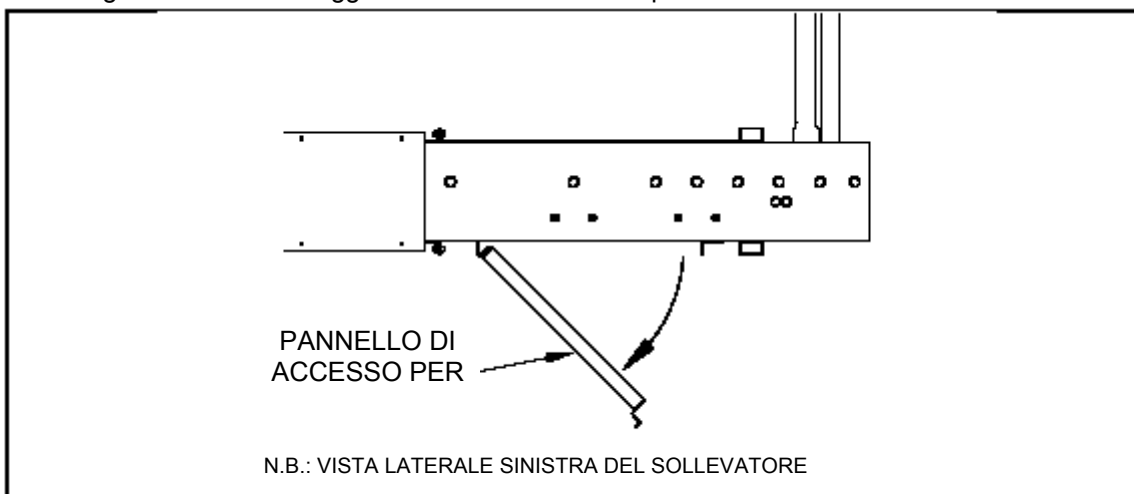

FIGURA 4-1: PANNELLO DI ACCESSO PER LA MANUTENZIONE - APERTO
3. Consultare la **Figura 4-1**. Mantenere sollevato il pannello di accesso per la manutenzione, rimuovere le due viti di sostegno e i dadi di fissaggio dal bordo anteriore e quindi abbassarlo.